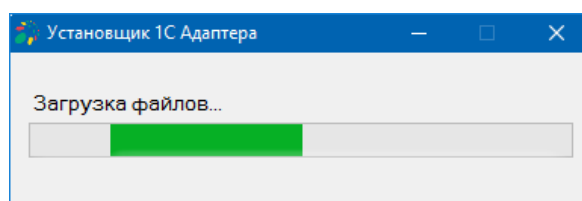

Рисунок 2 – Загрузка установщика
2. После запуска файла будет запущена загрузка установщика адаптера (рис. 2).